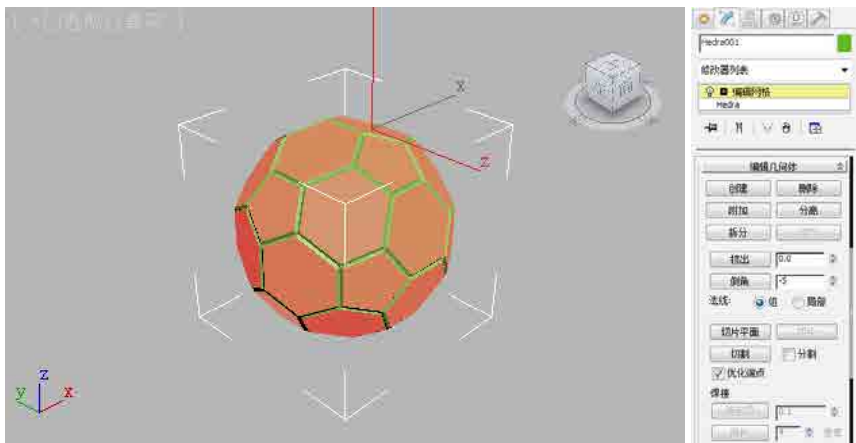

图3-71
- 08 单击 **编辑几何体** 卷展栏中的 **倒角** 按钮，设置参数为-5，将炸开后的面进行倒角，其创建效果与参数面板如图3-71所示。